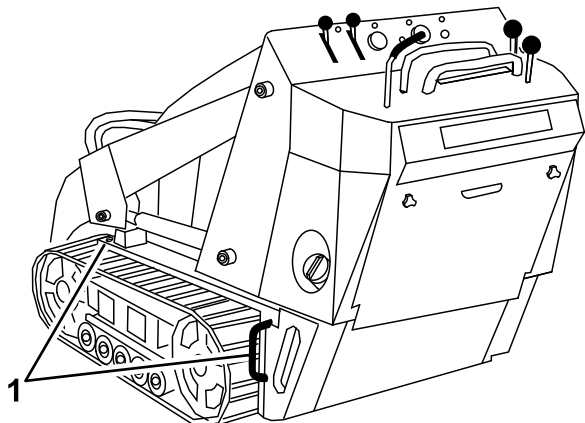

Figura 21
5. Cargue la máquina en el remolque por la rampa con el extremo más pesado hacia arriba, y la carga en la posición más baja posible (Figura 21).